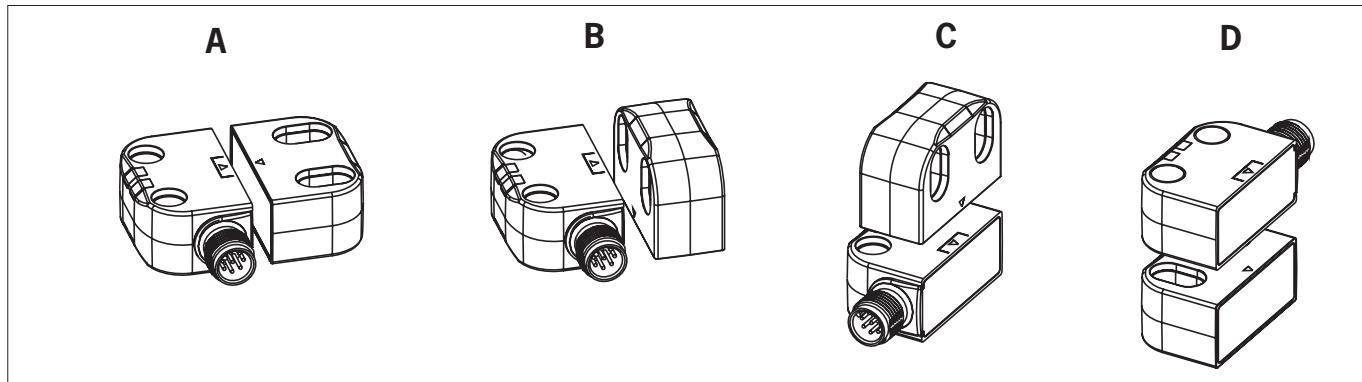

Bild 1: Zulässige Einbaupositionen für Betätiger CES-A-BTN-C07-... und A-FLX-C07-04-...: Pfeilrichtung auf dem Gerät beachten.
- Zulässige Einbaupositionen beachten (siehe Bild 1 und Bild 2).